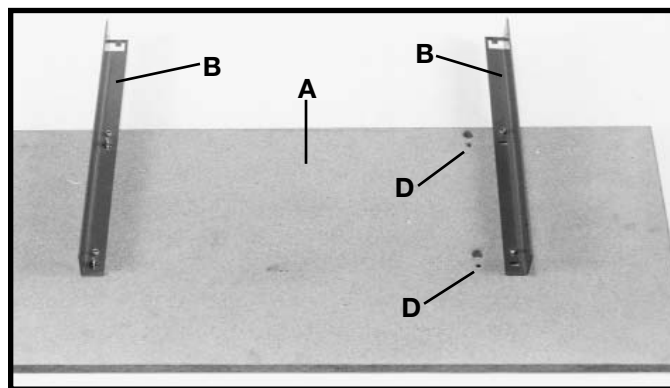

Fig. 16
1. Coloque la tabla de mesa delantera (A) Fig. 16, sobre una superficie estable con los agujeros rebajados apuntando hacia abajo, como se ilustra aquí.
2. Afiance los soportes de mesa izquierdo y derecho (B) Fig. 16 al fondo de la tabla de mesa delantera (A), conforme a lo ilustrado, insertando cuatro tornillos de cabeza de celosía de 1/4-20 x 1 pulg. de largo (C) hacia arriba a través de los agujeros rebajados (D) en la tabla de mesa (A) y los soportes de mesa (B). Afiáncelos en sus sitios utilizando cuatro tuercas hexagonales con pestaña (E). No apriete las tuercas por completo en este momento.